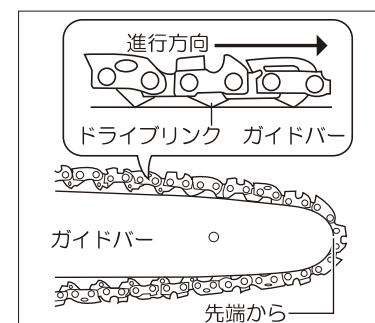

図12
- ②ガイドバーの先端からソーチェーンのドライブリンクをガイドバーの溝にはめ込みます。(図12参照)